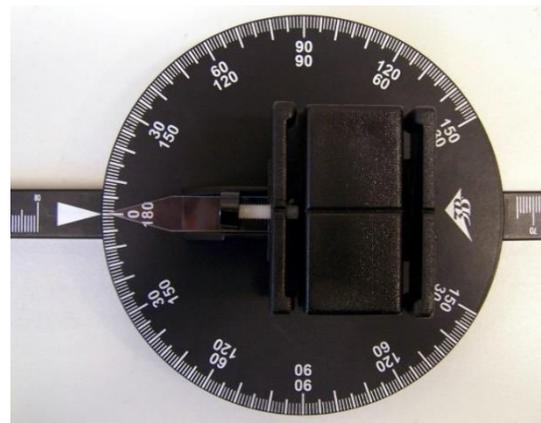

Fig. 3: Posizione 0° del sistema delle guide
- Portare il sistema delle guide in posizione 0° (Fig. 3).
- Regolare il supporto della piastra sul quadrante, come mostrato in Fig. 3 e fissare con la vite senza testa.